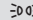

Abb. 81 Instrumententafel: Lichtschalter.
- Schalten Sie die Zündung ein und wählen Sie den Modus **AUTO** am Lichtschalter aus >>> **Abb. 81**.